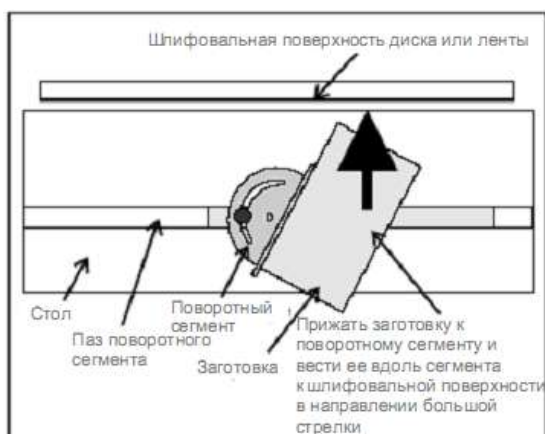

Рис. 5: Использование поворотного сегмента
3. Приложить заготовку к опорной поверхности сегмента и сдвинуть ее вдоль опорной поверхности к диску или ленте (Рис. 5).